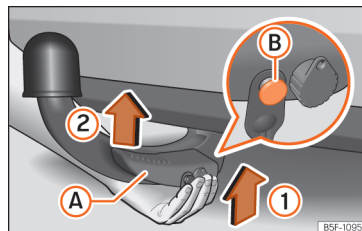

Fig. 179 Colocação do gancho de reboque. Passo 1
- Segure o gancho de reboque a partir de baixo e encaixe-a no alojamento do gancho seguindo o sentido da seta »» Fig. 179 ① até encaixar de forma audível »» ⚠.
A alavanca »» Fig. 179 (A) roda **automaticamente** no sentido da seta (2) para cima e o perno de desbloqueio (B) sai para fora (a sua parte vermelha e verde fica visível) »» ⚠.
- Ao fixar o gancho de reboque, para evitar trilhar os dedos, recomenda-se manter as mãos retiradas da alavanca »» Fig. 179 (A).